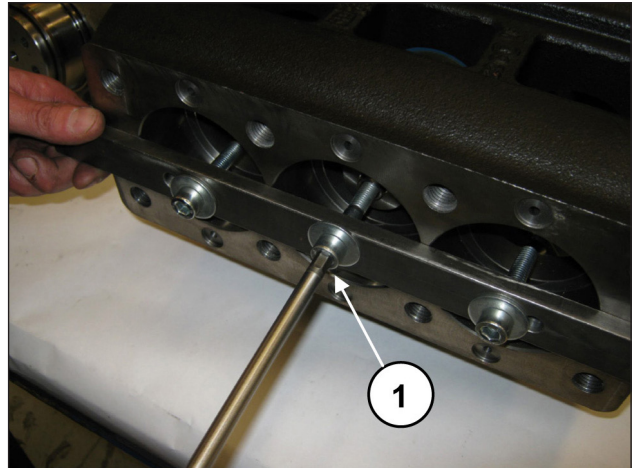
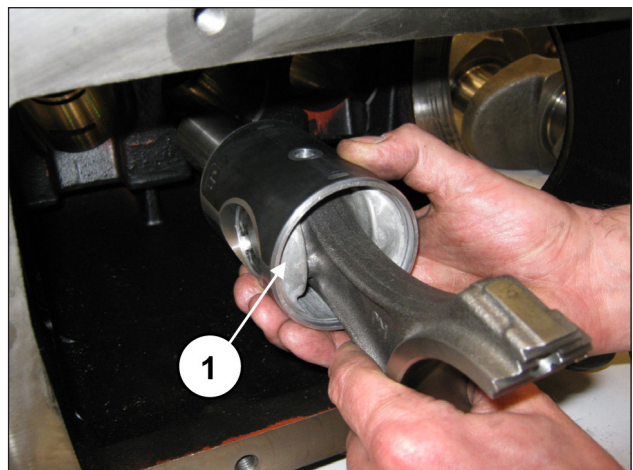

Fig. 32
Fig. 33
No caso de ser necessário, substitua uma ou mais bielas ou guias do pistão, procedendo conforme a seguir: Comece a desapertar os parafusos do equipamento cód. 27566200 para desbloquear as bielas (pos. ①, Fig. 32) e, em seguida, extraia os conjuntos de biela-guia do pistão da abertura traseira do cárter (pos. ①, Fig. 33).
Depois de ter verificado a limpeza correta do cárter, insira o conjunto da semi-biela de guia do pistão no interior dos canos do cárter (pos. ①, Fig. 33).
Bloqueie os três grupos usando a ferramenta própria cód. 27566200 (pos. ①, Fig. 32).
Remova a ferramenta para o bloqueio das bielas, cód. 27566200 (pos. ①, Fig. 32).